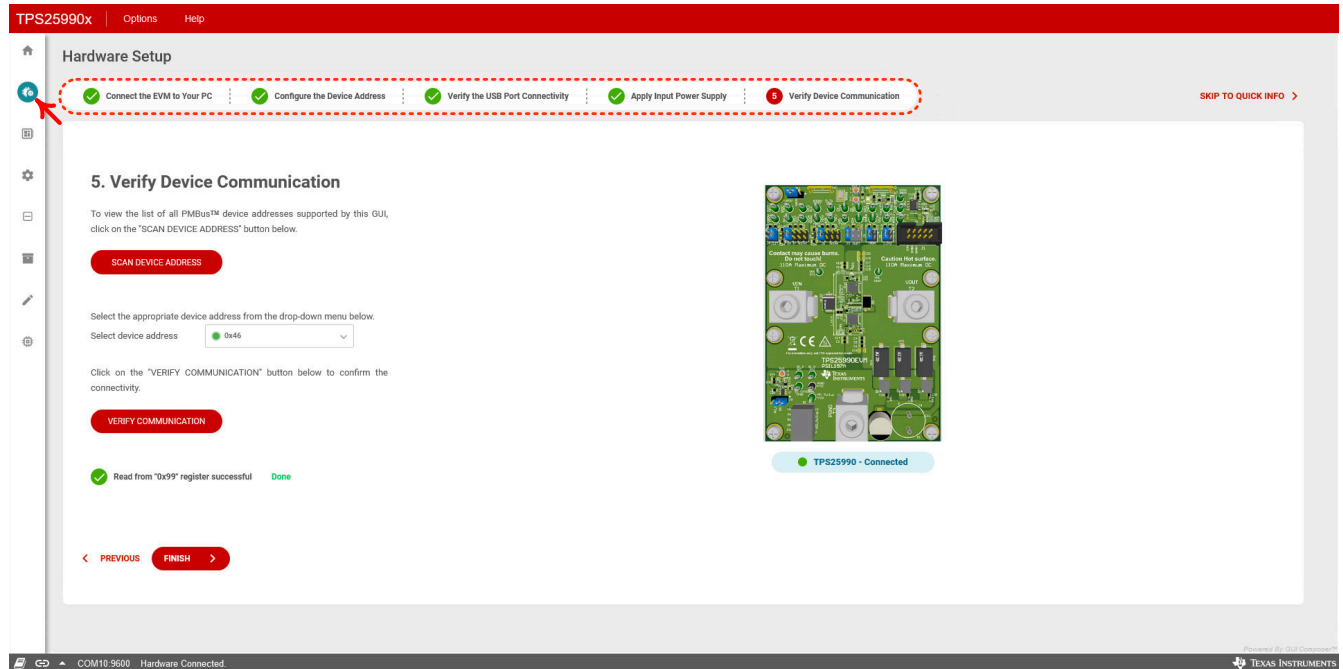
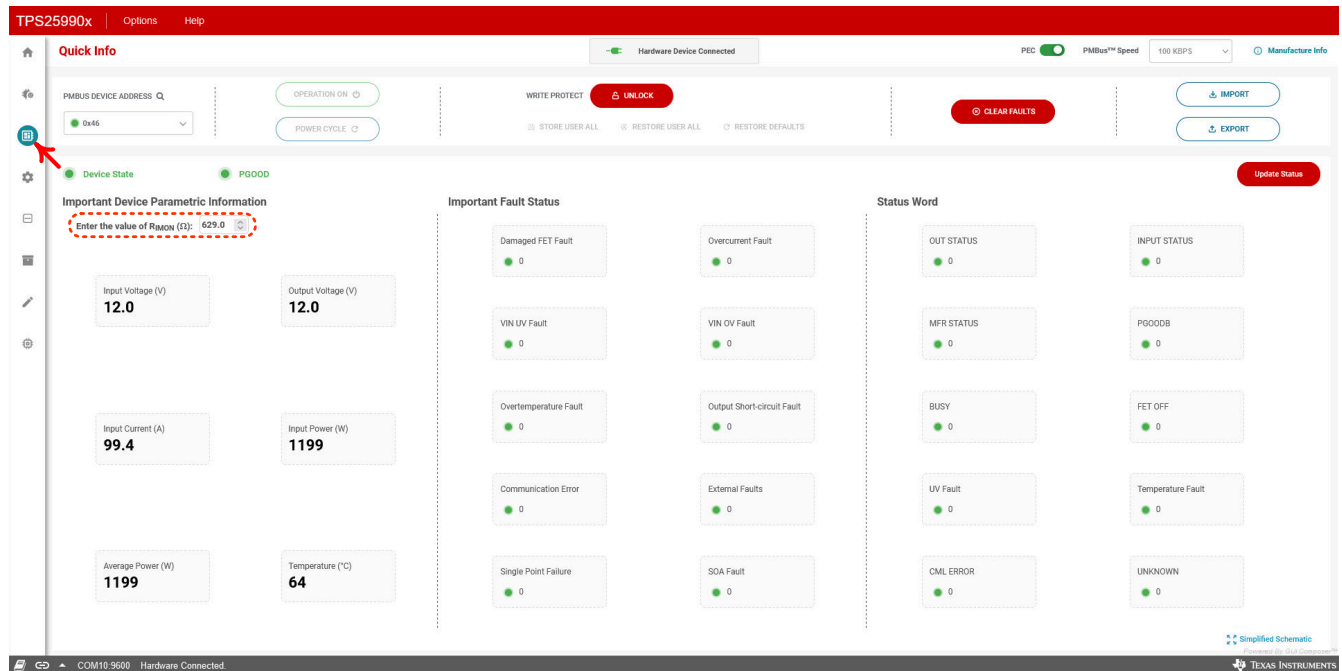

图 6-4. TPS25990EVM-GUI：验证器件连接
图 6-5. TPS25990EVM-GUI : 快速信息
确保仔细完成所有步骤，并在完成前面列出的全部四个步骤之后在图 6-4 所示的 *硬件设置* 页面中的步骤 5 验证器件通信。
如图 6-5 所示，用户在验证器件通信后，点击 *FINISH* 图标可转到 *Quick Info* 页面，如图 6-4 所示。如图 6-5 所示，也可以通过点击 GUI 左侧的 *Quick Info* 图标来访问该页面。*Quick Info* 页面提供以下功能。
只能通过更新 GUI 中的 R_{IMON} (如图 6-5 中的红圈所示)，使其与 EVM 的 IMON 引脚上的电阻相匹配，来获得正确的输入电流 (A) 和输入功率 (W) 值。